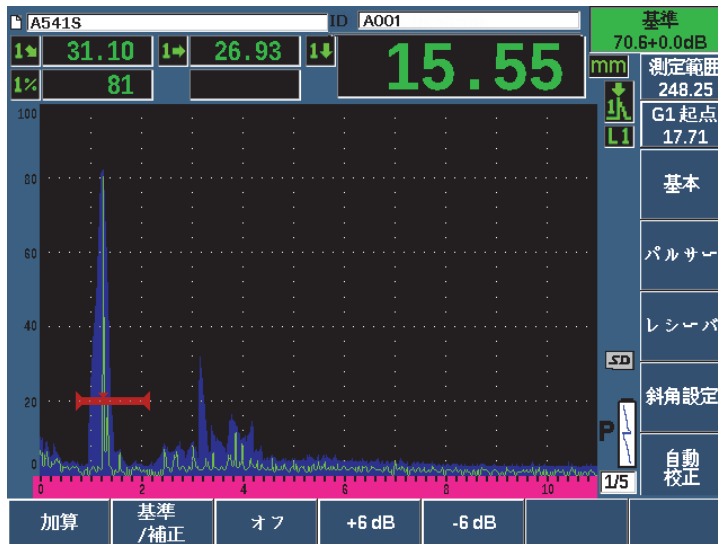

図 9-25 基準ゲインの設定
5. 基準ゲイン（**基準**）が有効になったら、補正ゲインの調整を行うため**追加**、**基準** / **補正**、+6 dB、-6 dB、**オフ**パラメータを使用します（189 ページの図 9-25 参照）。これらの機能に関する詳しい情報については、118 ページの「基準ゲインおよび補正ゲインの設定」を参照してください。